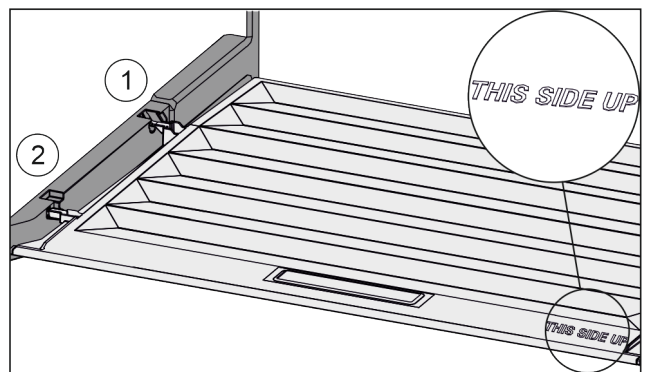

Fig. 42
- ▶ Deckelstege über Öffnung der hinteren Halterung Fig. 42 (1) einführen und vorne in Halterung Fig. 42 (2) einrasten.